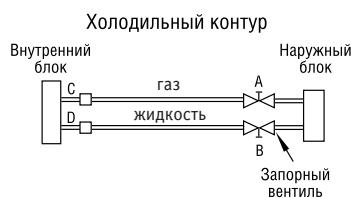

Рис. 23
1. Плотно затяните накидные гайки A, B, C и D (рис.23). Подключите заправочный шланг манометрического